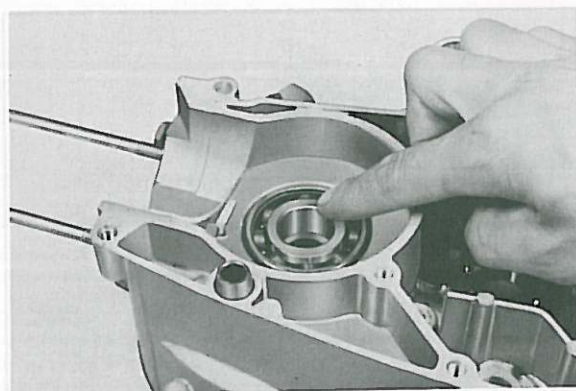

Fig. 3-3-38
7. Si les roulements sont restés en place, les huiler généreusement immédiatement après nettoyage et séchage du carter. Faire tourner les roulements pour voir si on ne sent pas un frottement causé par la détérioration des billes ou des bagues. (Fig. 3-3-38)